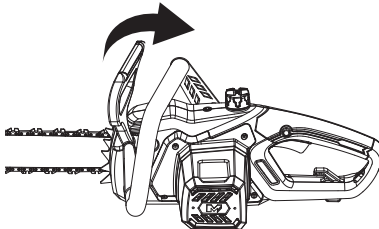
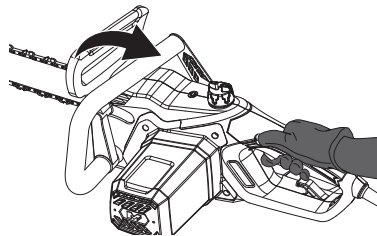

Fig. 16
Fig. 19
Freno de la cadena (2) en posición desactivado; el producto se puede utilizar (Fig. 16).
1. Asegúrese de que el freno de la cadena de seguridad (2) está desacoplado (consulte la Fig. 16 anterior).
2. Sostenga el producto con ambas manos: la mano izquierda en la empuñadura delantera (1) (no sujete el freno de la cadena) y la mano derecha en la empuñadura trasera (12).
3. Mantenga pulsado el botón de bloqueo (15).
4. Pulse el interruptor de encendido/apagado (17) para encender el producto (Fig. 19).